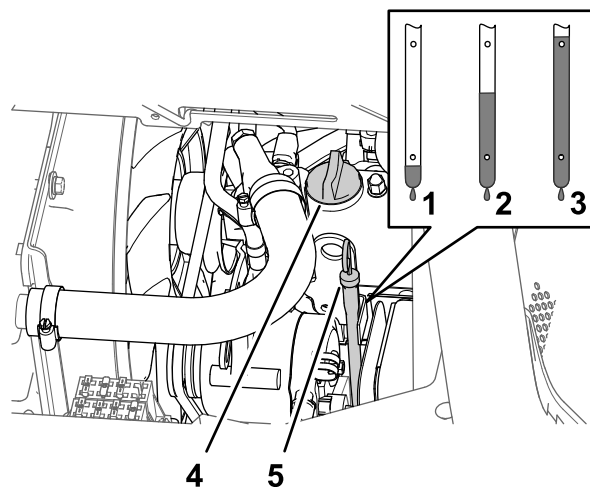

図 77
- エンジンバルブカバー図 77 からオイル補給口のキャップを取り、所要量の約 80% のオイルを入れる。
- ディップスティックの目盛りで油量を点検する 図 77。
- ディップスティックの FULL マークに達するまで補給口から残りのオイルをゆっくりと補給する図 77。
- 補給口にキャップとディップスティックを取り付ける 図 77。